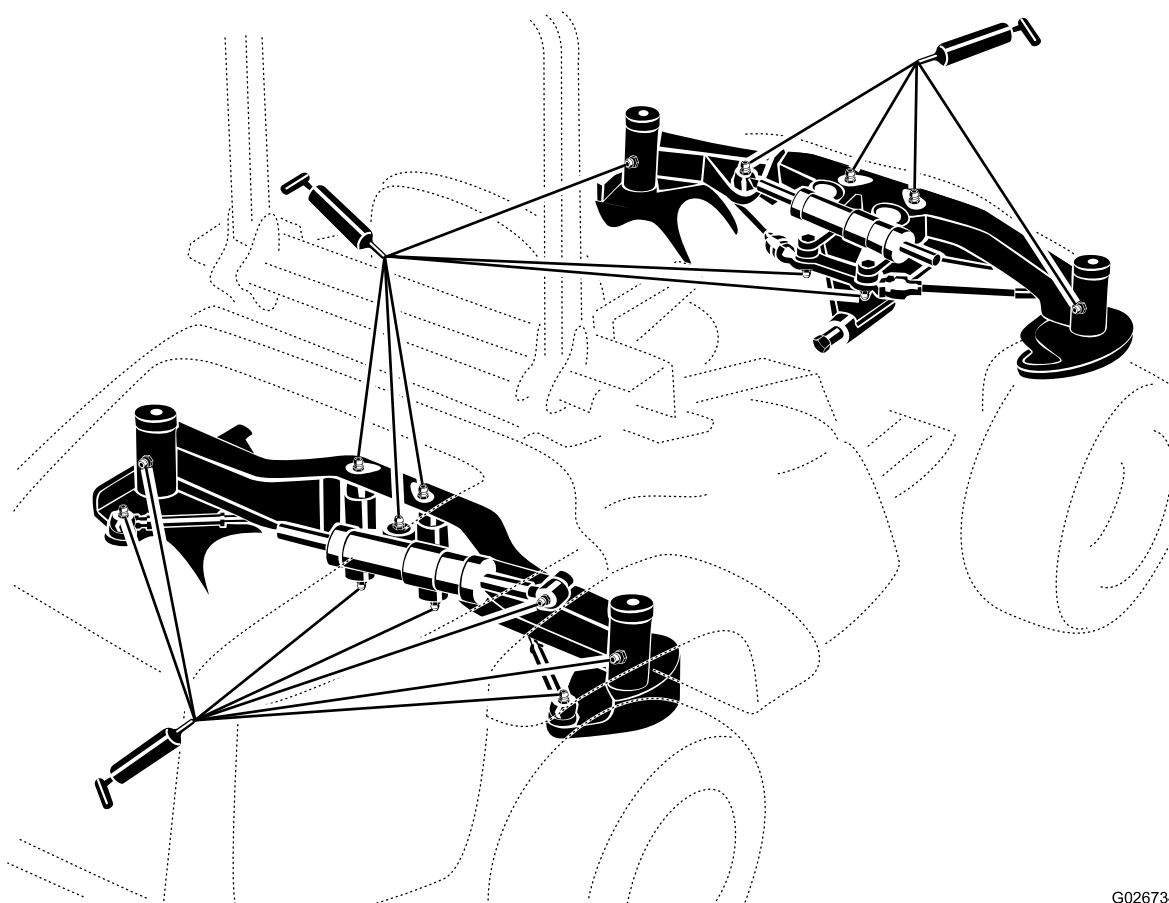

**Figure 53**
1. Essuyez les graisseurs pour éviter que des impuretés ne pénètrent dans le roulement ou la bague (Figure 53).